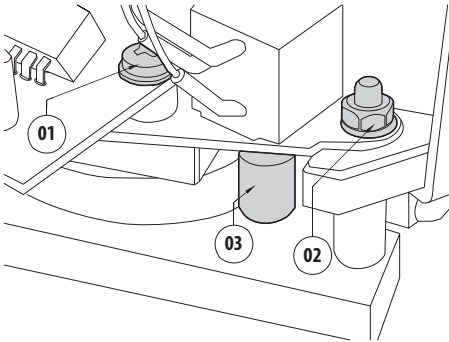
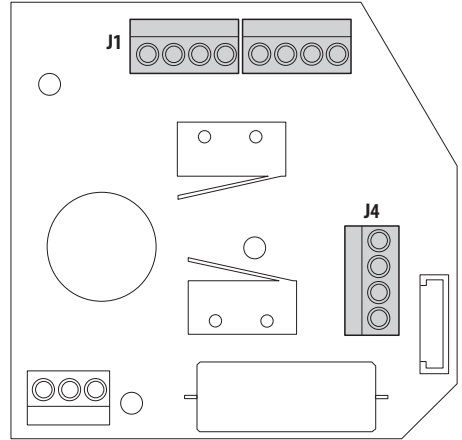

Fig. 3
Fig. 4
4. Desserrez la vis de fixation (01) et l'écrou (02) de la barre soutenant le potentiomètre du mouvement horizontal (Fig. 3, page 6).
5. Dégagez le pignon (03) de la roue dentée.
6. Raccordez un ohmètre entre les contacts Vcc et Pan de la borne J4 (Fig. 4, page 6). Faites tourner l'axe du potentiomètre jusqu'à atteindre une mesure de 1 875  $\Omega$  environ.
7. Repositionnez le potentiomètre avec le pignon (03).
8. Serrez la vis de fixation (01) et l'écrou (02) (Fig. 3, page 6).
9. Répétez la même opération avec le mouvement vertical en mesurant la valeur ohmique entre les contacts Vcc et Tilt de la borne J4 (Fig. 4, page 6).
Identifiez sur la fiche des connecteurs la borne de raccordement de la tourelle aux unités de commande (J1) (Fig. 4, page 6).
Identifiez sur la fiche des connecteurs la borne de raccordement des potentiomètres (J4) (Fig. 4, page 6).